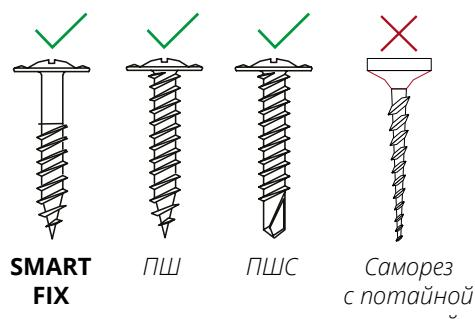

Рисунок 1
- для деревянной обрешетки рекомендуется использовать саморезы Smart Fix 4.2x25 (№1, рис.1). Допускается использование саморезов ПШ (№2, рис.1).
**Запрещено** использовать саморезы с потайной головкой (рис. 1).
- 9.3 Для монтажа сайдинга вертикально обрешетка монтируется горизонтально. Шаг обрешетки по осям должен быть не более 300-400 мм (рис. 1, 2, 3, 4).